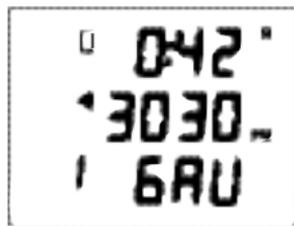

Fig. 90 - PRINCIPAL SUPERFICIE
**PRINCIPAL SUPERFICIE PROFUNDÍMETRO;** ésta es la información mostrada (Fig. 90):